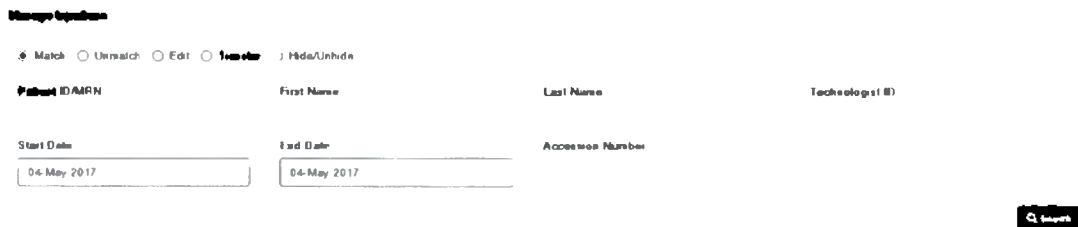

Рисунок 12 — 2. Управление инъекциями
2. На экране Manage Injections (Управление инъекциями) установите переключатель **Match** (Соответствие) (Рисунок 12 — 2. Управление инъекциями).